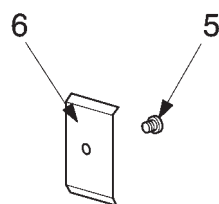

Рис. 3
- Выверните винт 5 (рис. 3).
- Насадите зажимную пластину 6 кабеля и закрепите ее винтом 5 (рис.3).